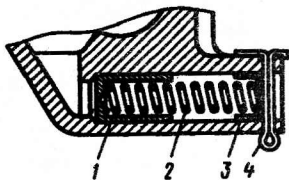

Рис. 10. Редукционный клапан:
**Редукционный клапан** (рис. 10) плунжерного типа расположен в корпусе масляного насоса. Редукционный